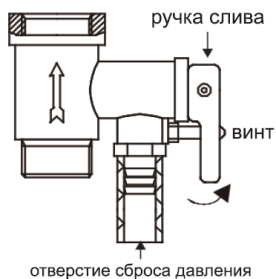

Рисунок 7
6. Чтобы слить воду из внутреннего резервуара необходимо, воспользоваться предохранительным клапаном: открутить винт ручки слива предохранительного клапана и перевести ручку слива в верхнее положение, при этом кран выхода горячей воды должен быть открыт, а кран подачи холодной воды в водонагреватель должен быть перекрыт (см. рисунок 7). Из отверстия сброса давления предохранительного клапана потечет вода. Никогда не сливайте воду, если ее температура выше 50°C, т. к. это может привести к ожогам.